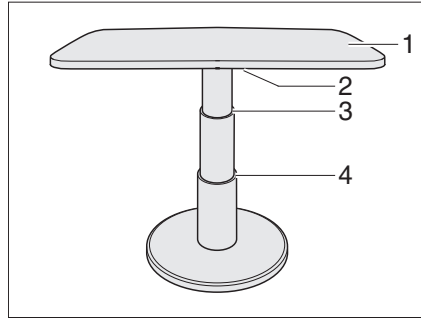

Fig. 82 Mesa elevadora del grupo de asientos circular
- Girar la palanca de bloqueo (Fig. 82,2) hacia la izquierda. El bloqueo está abierto.
- Presionar el tablero de la mesa (Fig. 82,1) por el centro hacia abajo hasta el tope deseado (Fig. 82,3 ó 4) y manténgalo presionado.
- Girar la palanca de bloqueo (Fig. 82,2) hacia la derecha. La mesa elevadora está bloqueada.